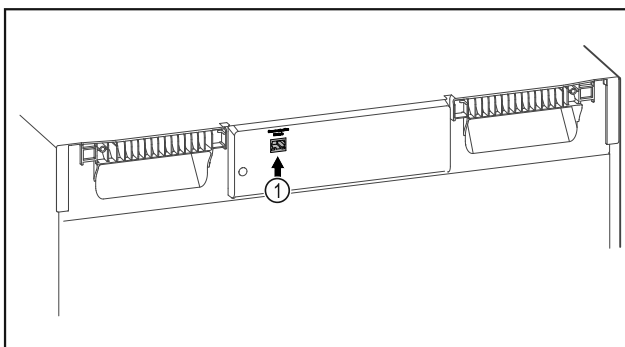

Fig. 94
- Vstavljen je SmartModule Fig. 94 (1).